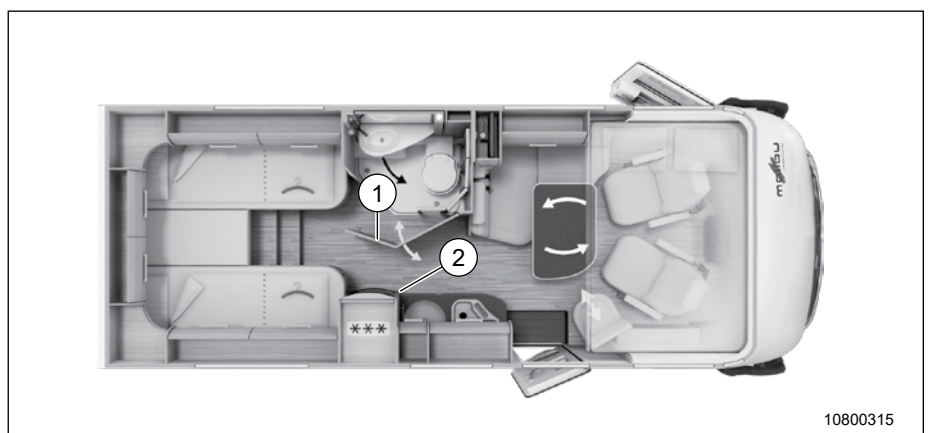

Fig. 74 Création d'un dressing au niveau de la salle de bain pivotante côté conducteur
1. Ouvrir complètement la porte de la douche (Fig. 74., Pos. 1) et la fermer au niveau du frigo (Fig. 74, Pos. 2) .